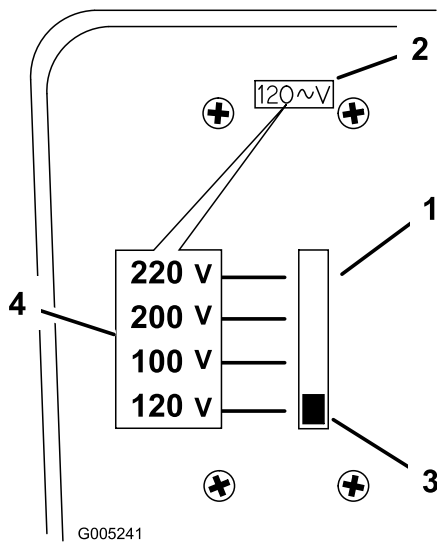

Bild 7
1. Die Spannungsauswahl befindet sich hinten am Ladegerät (Bild 7).
2. Schieben Sie den Schalter an der Spannungsauswahl nach oben oder unten, um die Spannung einzustellen (Bild 7).